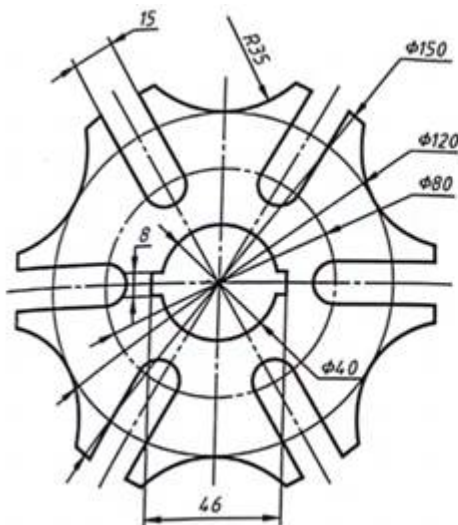

图2-1 题目2-1
2.用SolidWorks绘制如图2-1、2-2所示图形。(3分)